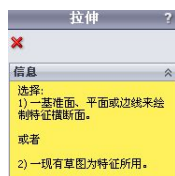

图 7-72 【拉伸】属性设置的信息框
(1) 单击**【曲面】**工具栏中的 **【拉伸曲面】**按钮或者选择**【插入】|【曲面】|【拉伸曲面】**菜单命令, 弹出**【拉伸】**属性设置的信息框, 如图 7-72 所示。